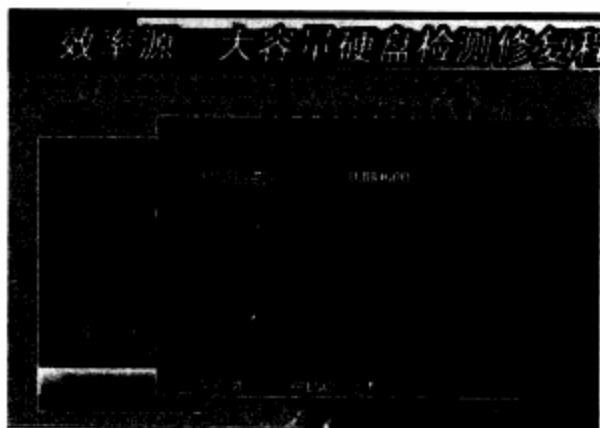

图9-28 “自动修复”选项后运行界面
**步骤 10** 如果选择“自动修复”选项，会自动对整块硬盘进行修复，不需要任何人为设置。这主要在硬备用坏道分布不均衡情况下使用。图9-28是选择“自动修复”选项后自动运行的界面。